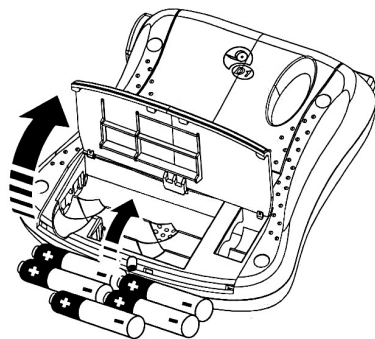

Рисунок 2
1. Нажмите на защелку, чтобы открыть крышку отсека для батареек. Смотрите Рисунок 2.